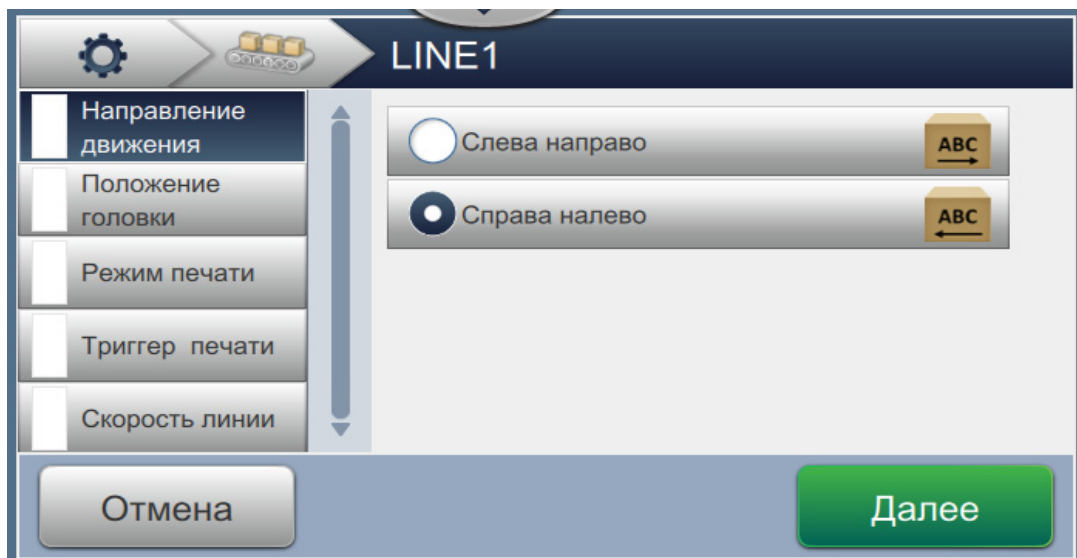

Рис. 6-28: Параметры наладки линии
4. Чтобы настроить наладку линии, выполните инструкции для каждой настройки, выбирая нужные параметры, как показано на Рис. 6-28.
1. Нажмите параметр *Направление продукта* на экране параметров наладки линии, как показано на Рис. 6-28.